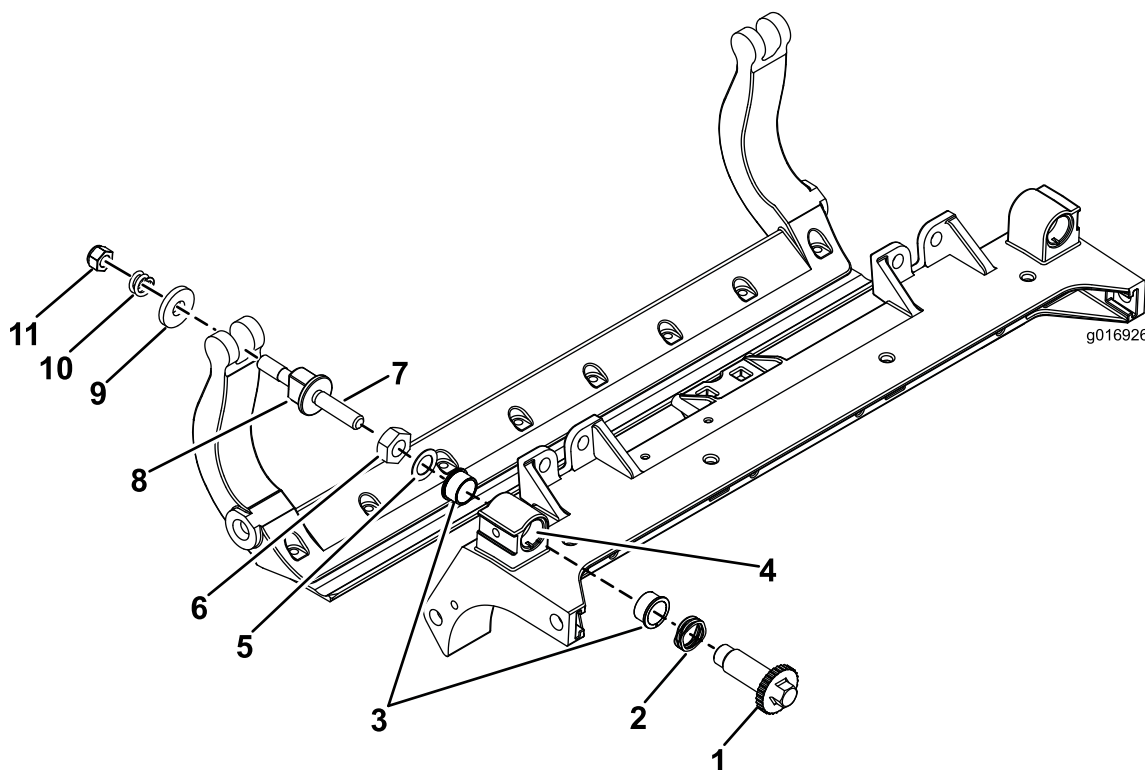

図 37
1. 全部のパーツを取り外すHD DPA キットの 取り付け要領書および図 37を参照。
2. カuttingユニットのセンターフレームのブッシュ挿入場所に固着防止剤を塗布する 図 37。
3. フランジブッシュのキーとフレームのキー溝を揃えて、ブッシュを挿入する 図 37。
4. アジャスタシャフトにウェーブワッシャを通し、アジャスタシャフトをCuttingユニットのフレームのフランジブッシュに通す 図 37。
5. 平ワッシャとロックナットでアジャスタシャフトを固定する 図 37。
12. その外側からスチール製ワッシャを取り付ける 図 37。
注 内側のワッシャには遊びがあってもかまいません 図 37。
15. 各ベッドバーアジャスタアセンブリを締め付けて圧縮スプリングを完全に圧縮し、そこから1/2回転だけ戻す 図 37。